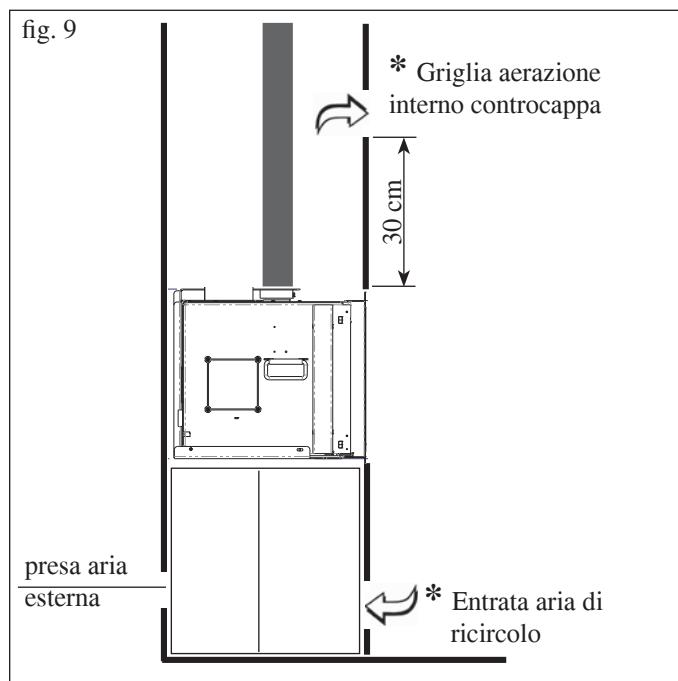

fig. 7
- Agendo attraverso l'apertura (**H**) prevista sul top di INPELLET 49, togliere la vite di appoggio (*) e innestare il canale da fumo sul bocchettone uscita fumi (**F**), bloccandolo con la stessa vite (*) e sigillare con mastice per alte temperature (fig. 7).